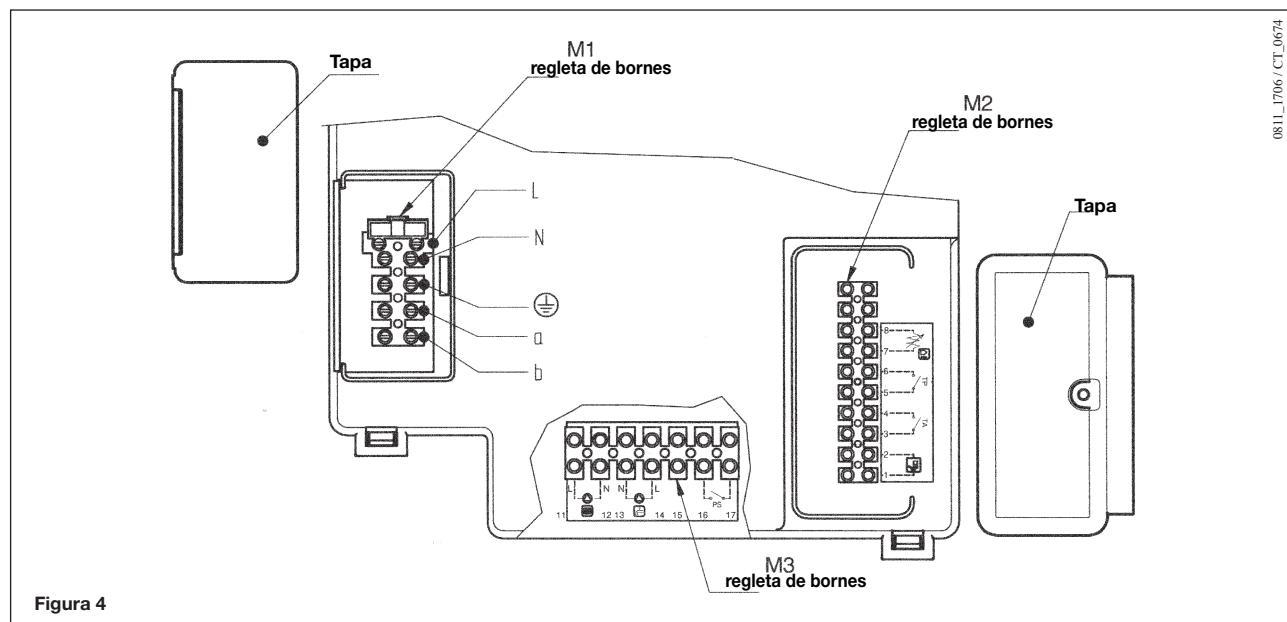

Figura 4
- El fusible, del tipo rápido de 3,15 A, está incorporado en la regleta de bornes de alimentación (figura 4). Sacar el portafusible de color negro para el control y/o la sustitución.
Girar hacia abajo la caja de mandos y quitar las dos tapas de protección para acceder a las regletas de bornes M1 y M2 destinados a las conexiones eléctricas (ver la figura 4).
El regulador climático SIEMENS modelo **QAA73** (accesorio opcional bajo demanda) debe ser conectado a los bornes 1-2 del tablero de bornes **M2** de figura 4.
La sonda exterior SIEMENS modelo **QAC34** (accesorio opcional bajo demanda) debe ser conectada con los bornes 7-8 del tablero de bornes M2 de figura 4.